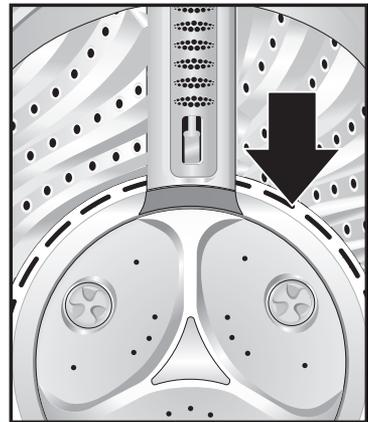

Figura 11
3. Se puede comprobar también que la lavadora ha sido nivelada correctamente, llenando con agua el tanque hasta el bordo de la base plástica del tanque, verificando que el agua esté nivelada en toda su área con respecto al borde de esta, **(ver línea discontinua en figura 11)**. Si aún no está correctamente nivelada su lavadora repita de nuevo estas instrucciones o contacte a Servicio Técnico.